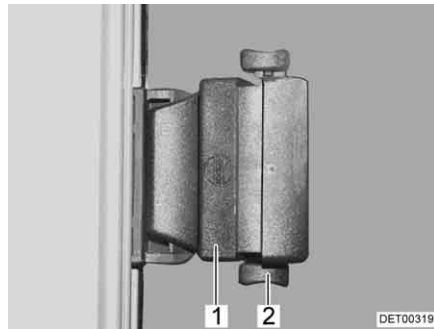

Bild 98 Schiebefenster mit Druckverriegelung
- Verriegelung (Bild 98,2) lösen.
- Griff (Bild 98,1) drücken und gleichzeitig nach vorn oder hinten schieben.